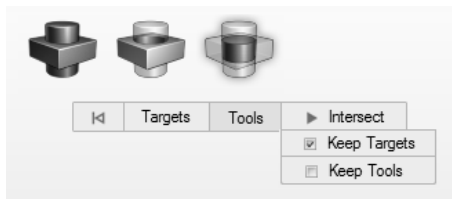

图 6-14
6) 选中操作栏中的 Keep Targets 复选框，如图 6-14 所示。